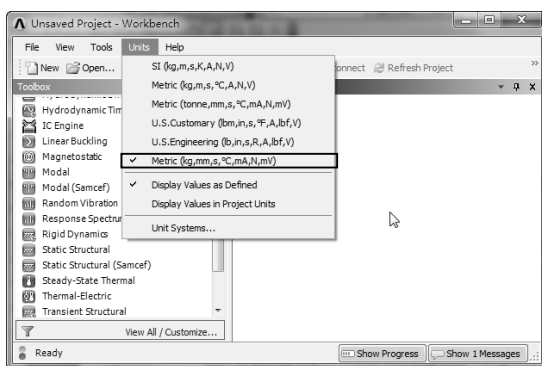

图 6-69 设置分析单位
2) 选择【Units】|【Metric (kg,mm,s,°C,mA,N,mV)】命令，设置分析单位，如图 6-69 所示。